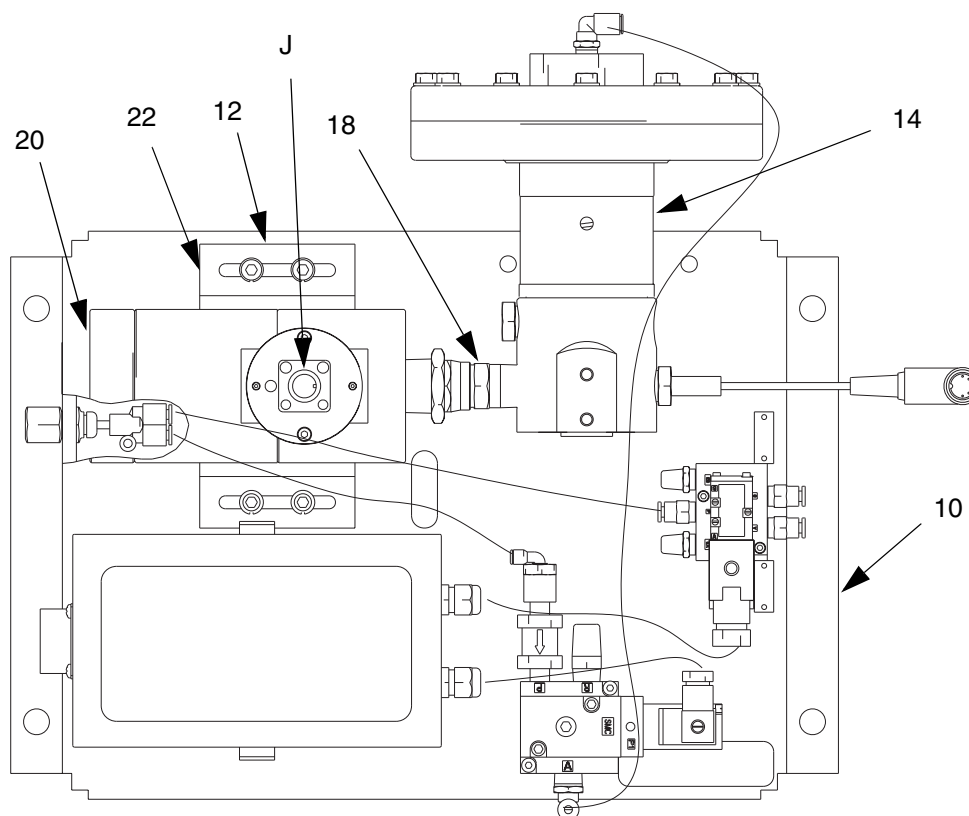

FIG. 25
- Caudalímetro (20) (FIG. 25)
- Regulador (14) (FIG. 25)
2. Desconecte el cable del caudalímetro (J) del sensor del caudalímetro. Vea FIG. 25.
4. Desconecte la pieza de acoplamiento giratoria (18) del regulador.
5. Afloje los cuatro tornillos (12), y retire el soporte (22) y el caudalímetro.
6. El caudalímetro (20) pesa aproximadamente 6,75 kg (15 lbs.). Levántelo cuidadosamente de la placa de montaje (10).
1. Deposite el caudalímetro (20) en la placa de fluido mientras enrosca la pieza de acoplamiento giratoria (18) en la entrada de producto del regulador. Vea FIG. 25.
2. Apriete la pieza de acoplamiento giratoria (18) a la entrada de producto del regulador.
3. Apriete los cuatro tornillos (12) que sujetan en su sitio la ménsula y el caudalímetro.
4. Compruebe que el caudalímetro (20) el regulador (14) todavía están alineados.
6. Conecte el cable del caudalímetro (J).